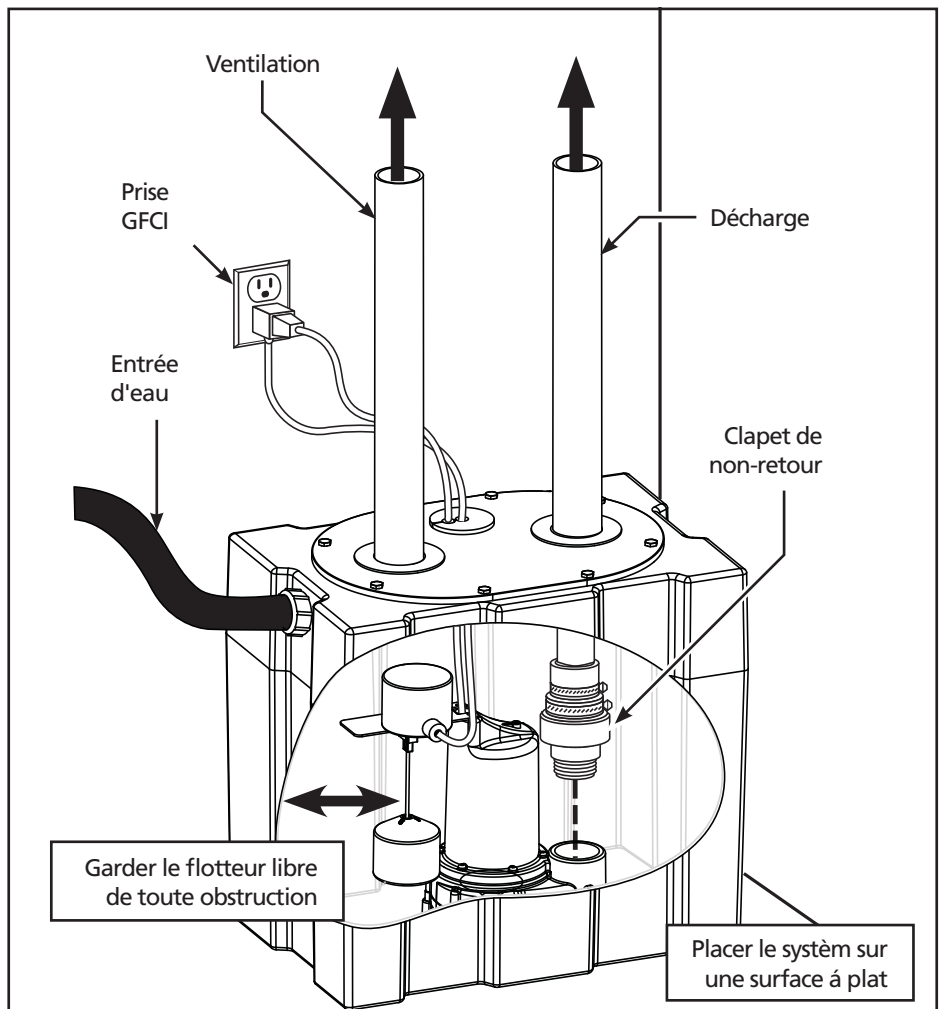

Figure 4: Installation
- Brancher le tuyau de décharge (Voir la Figure 4) sur le système de plateau de lessive à un drain déjà en place. S'assurer que toutes les connexions sont scellées.
- Insérer le tuyau de PVC schedule 40 de 3,8 cm (1 1/2 po) dans l'ouverture d'évent sur le système de plateau de lessive (Voir la Figure 4). Insérer 50,8 x 7,6 mm (2 à 3 po) de tuyau dans l'ouverture d'évent.
- Brancher l'entrée de ce système de plateau de lessive (Voir la Figure 4) à votre laveuse ou à une autre source. Les filets sont de 3,8 cm (1 1/2 po) NPT